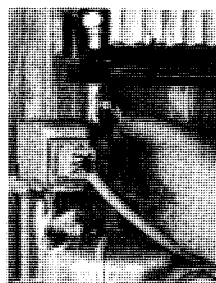

Fig. 31
a) Prima della regolazione si toglie il contatto dalla sonda NTC (vedi fig. 31) – situata sull'andata dell'apparecchio. L'apparecchio funziona quindi senza regolazione della temperatura in andata ed il procedimento di regolazione non viene disturbato dal modo di funzionamento del bruciatore. Poi l'apparecchio viene regolato per la quantità di gas come descritto alle pagine 13–15 sul suo pieno rendimento nominale.